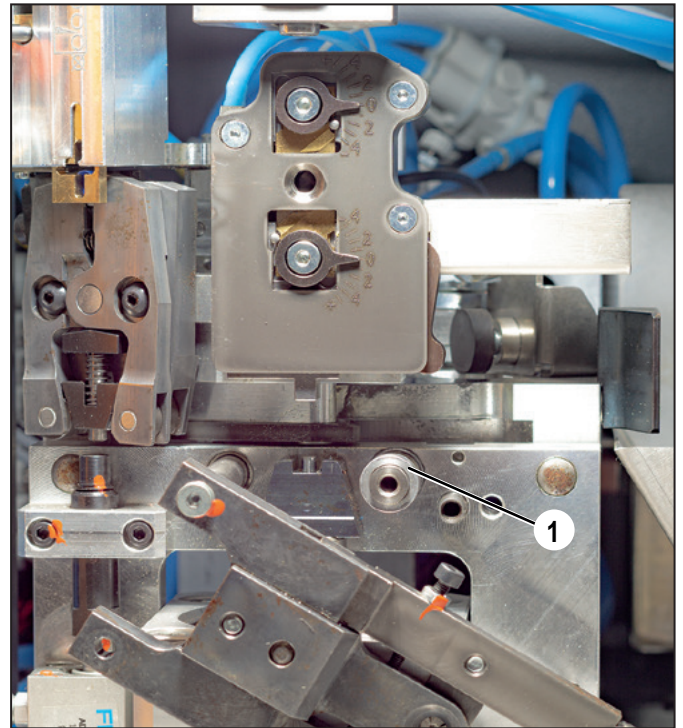

Figura 7.5 Unidade de fixação do fio entrançado solta
- Verificar se os rolos (1) na ferramenta de cravar se conseguem movimentar livremente.
- Verificar se os rolos (2) nas linguetas de retenção da ponteira se conseguem movimentar livremente.
- Lubrificar com óleo o pino-guia (3) da unidade de retenção da ponteira.
- Lubrificar com óleo as superfícies de deslocamento laterais (4) da unidade de retenção da ponteira
- ▶ Volte a inserir a unidade de fixação dos fios e certifique-se de que o casquilho espaçador (Figura 7.5 1) se encontra no eixo direito.